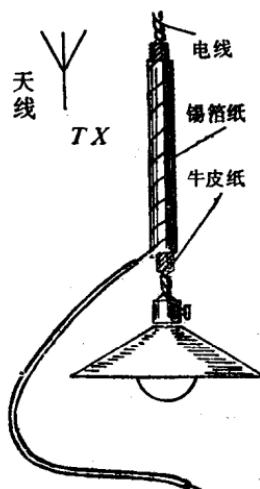

图1-1
1. 天线(TX) 收音机的天线是接收无线电波的“触须”。天线一般都应装置在室外，十来米长、几米高。为了少年朋友装起来方便，这里利用电灯线作天线。方法是：裁一条长1米左右、宽15厘米的牛皮纸和一条短一些、同样宽的锡箔纸（可以用包香烟的锡箔纸代替）。先把牛皮纸裹在电灯线上，再把锡箔纸紧紧裹在牛皮纸外面。找一根几米长的单根有塑料皮的电线，把它一头的塑料皮剥去，露出1米左右的铜线，缠在锡箔纸外面，另一头准备接在收音机上（图1-1）。
在收音机的电路图上，为了方便常常用规定的符号和字母表示各种不同的元件。代表天线的符号和字母已注明在图 1-1 上。